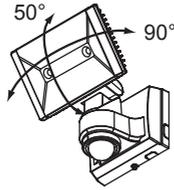

Abb. 8
5. Leuchtenkopf: Um eine optimale Ausleuchtung zu gewährleisten, kann der Leuchtenkopf 90° horizontal und 50° vertikal ausgerichtet werden (Abb. 8).